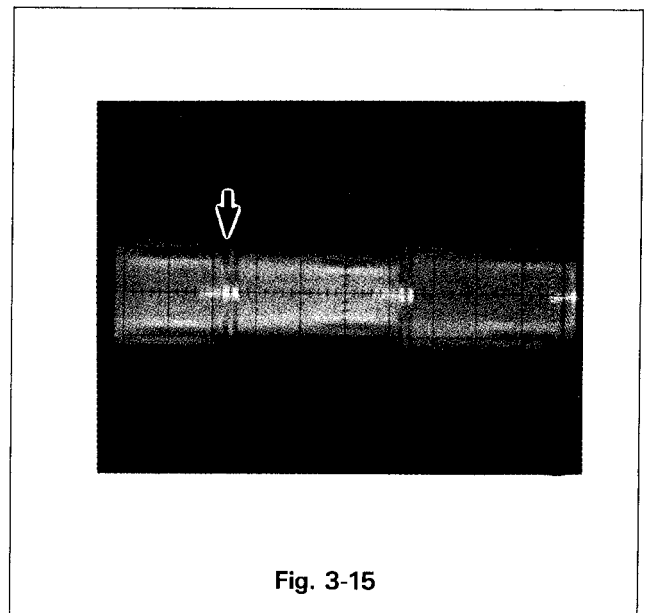

Fig. 3-15
- Ajuster T6A1 pour que le point A du signal montre en Fig. 3-15 soit minimum.